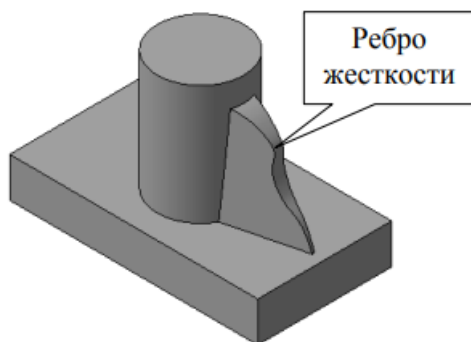

Рис. 6
- Рис. 6 Ребро жесткости
28. Укажите оптимальную последовательность операций, расположенных на Панели инструментов Редактирование детали, при помощи которой в системе КОМПАС3D, за минимальное количество времени, можно построить фигурное ребро жесткости с определенным уклоном его боковых граней, расположенное между прямоугольным основанием и цилиндрической бобышкой трехмерной модели детали (см. рис. 6)?